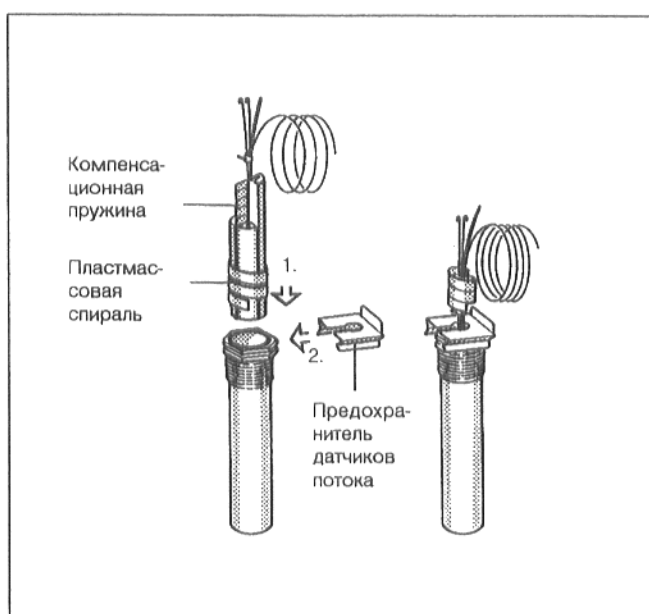

Рис. 16: Погружная гильза и датчики температуры
- Вставить датчики температуры до отказа в погружную гильзу. Пластмассовая спираль автоматически отодвигается назад. Компенсационную пружину необходимо также вставить в погружную гильзу (Рис. 16).
- Надеть предохранитель датчиков (комплект поставки устройства регулирования) сбоку или сверху на головку погружной гильзы (Рис. 16).